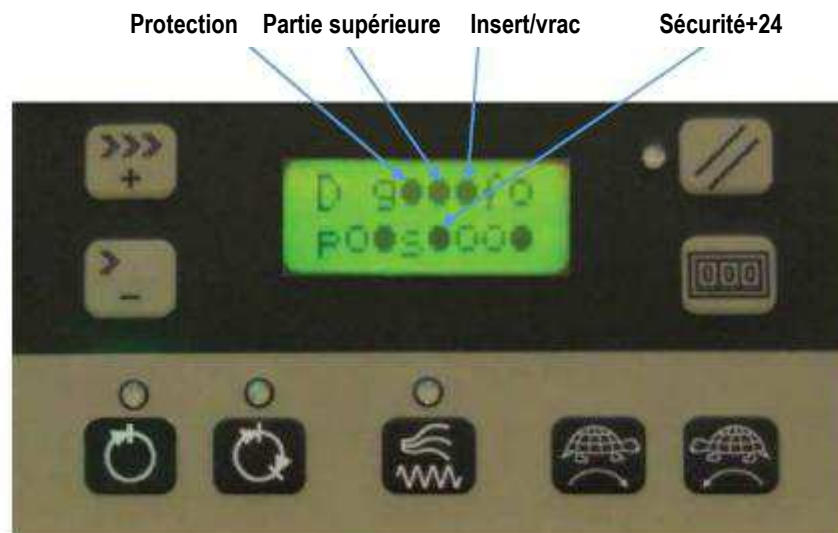

Figure 15
4. Sur l'affichage du panneau de commande, vérifiez que les identifiants d'entrée de la Protection, de la Partie supérieure et de l'Insert sont allumés et que l'identifiant Sécurité+24 est sur MARCHE. Voir Figure 15.